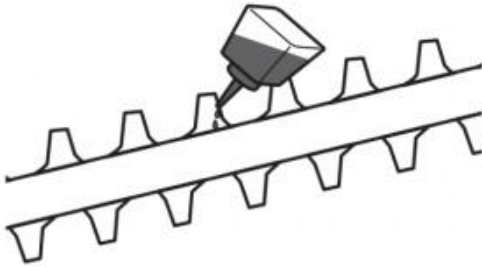

Fig. 76
2. Schmieren Sie die Schneidklinge (D3) nach jedem Gebrauch, um die Lebensdauer der Klinge und des Produkts zu verlängern. Tragen Sie leichtes Maschinenöl entlang der Kante des Schneidmessers auf (Abb. 76).